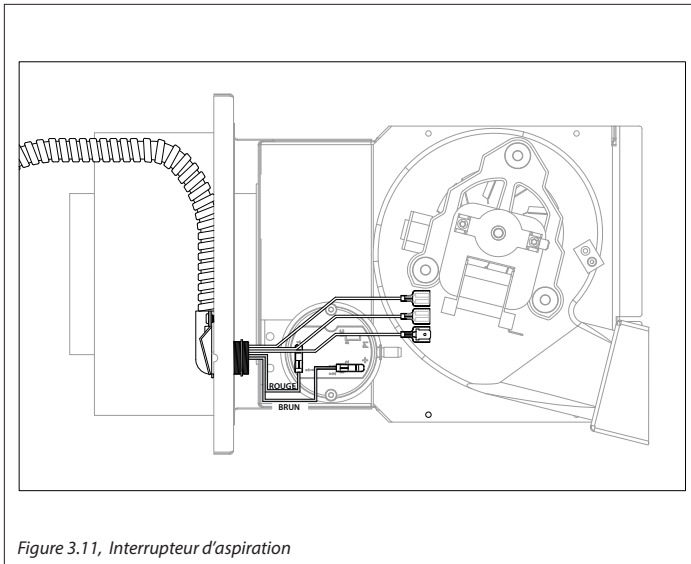

Figure 3.11, Interrupteur d'aspiration
5. Connectez les fils rouge et brun à l'interrupteur d'aspiration, tel que monté à la Figure 3.11.